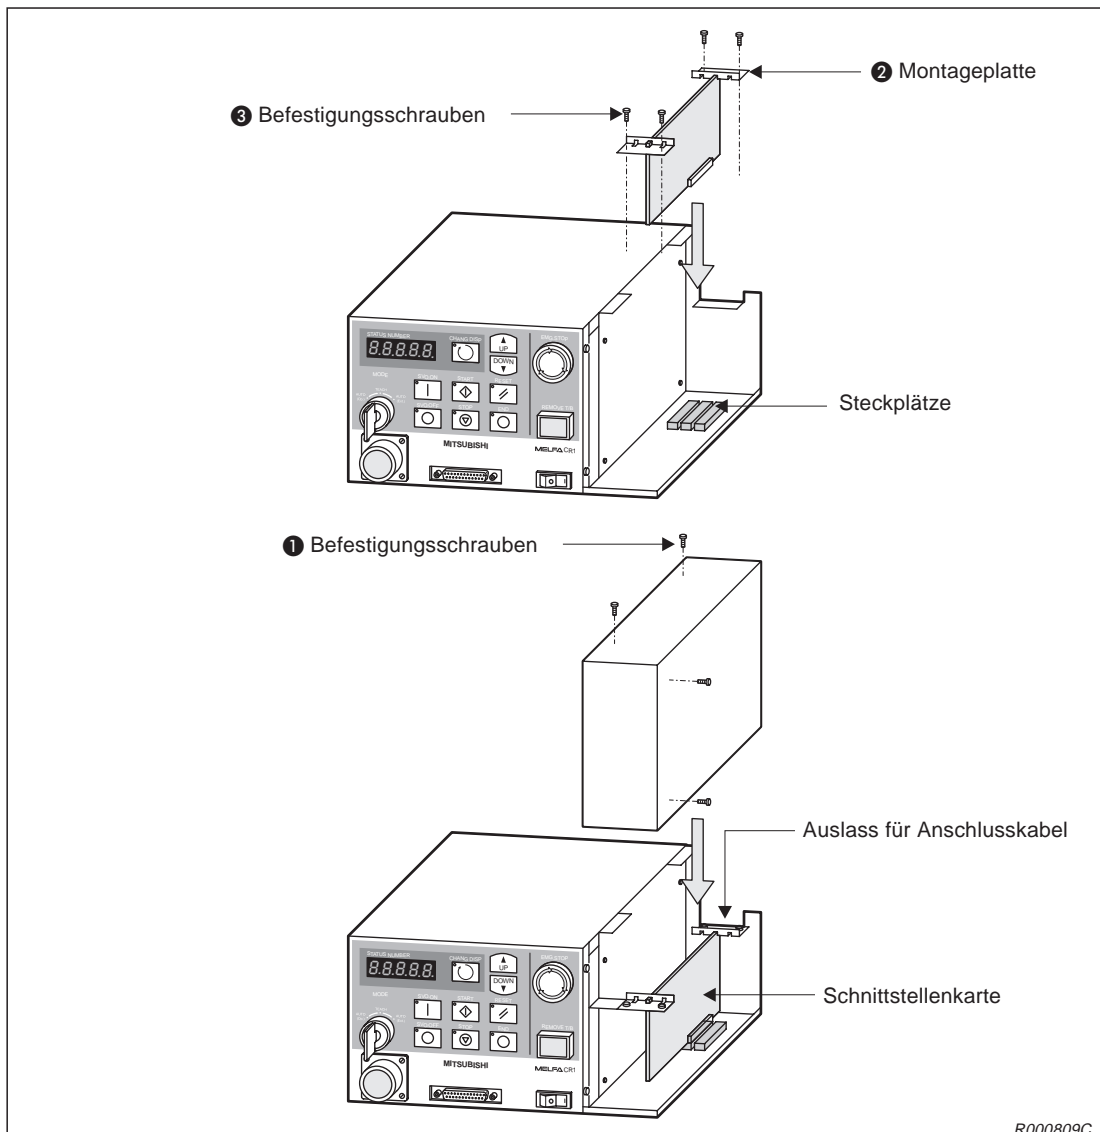

Abb. 2-28: Installation zusätzlicher Schnittstellenkarten
- ④ Befestigen Sie die Schnittstellenkarten mit den Montageplatten ❷ und den Schrauben ❸.
- ⑤ Montieren Sie die Abdeckung des Erweiterungsmoduls Abb. 2-28:
- ⑥ Achten Sie darauf, dass keine Kabel eingeklemmt werden.